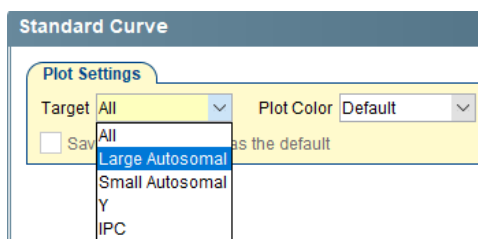

Рисунок 77
- В графе «Target» последовательно открыть калибровочную кривую для каждой мишени (рисунок 77).